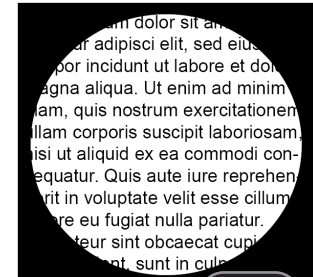

Fig. 15
5. Il risultato finale dell'operazione di centraggio deve essere qualcosa di simile a quanto mostrato in Fig. 15.